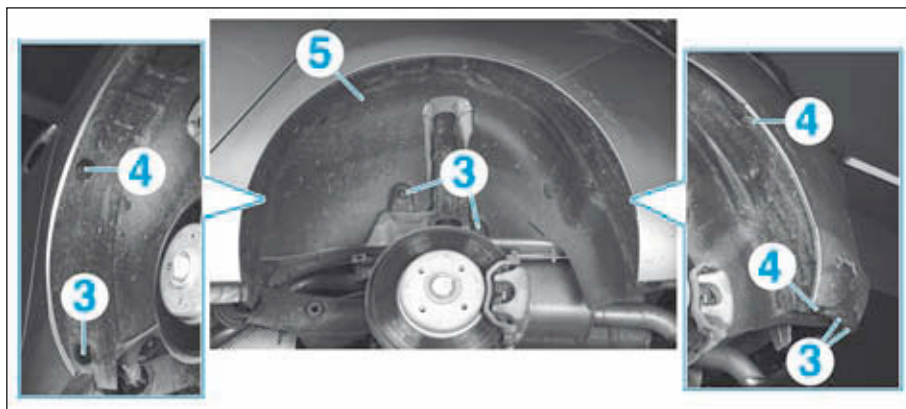
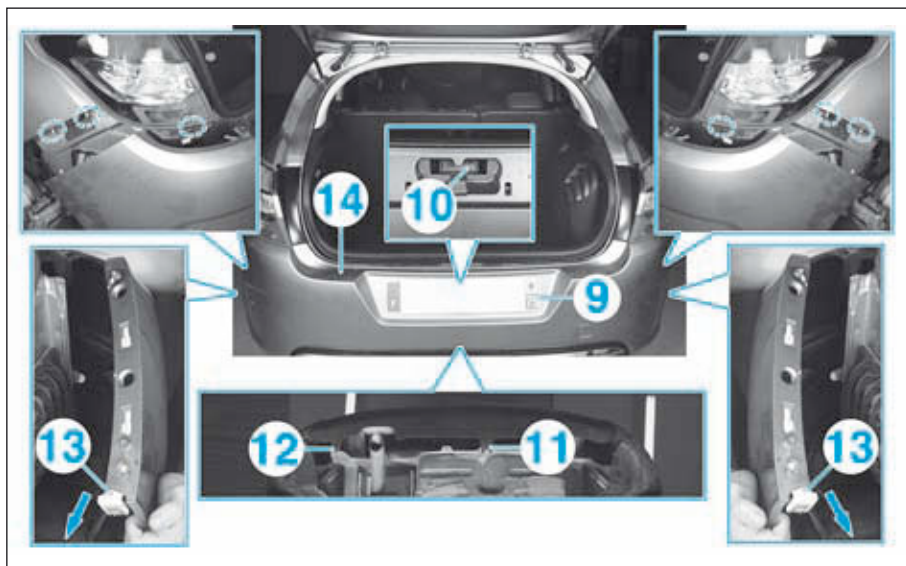
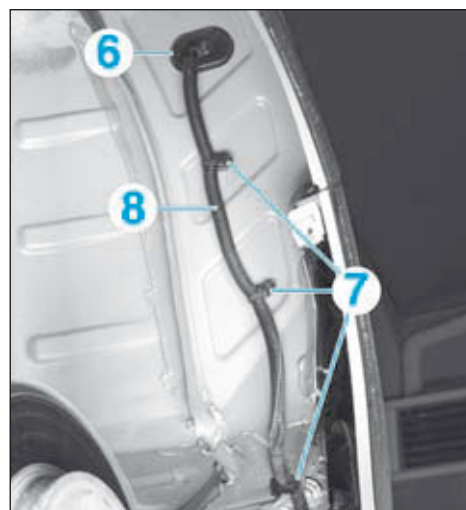

FIG.99
FIG.101
FIG.100
- Débrancher le connecteur (2).
- Déposer, de chaque côté (Fig.99) :
- les agrafes (3),
- les vis (4),
- le pare-boue arrière (5).
- Dégrafer, dans le passage de roue gauche (Fig.100) :
- le joint passe-câbles (6),
- les agrafes (7).
- Libérer et laisser pendre le faisceau (8).
- Déposer (Fig.101) :